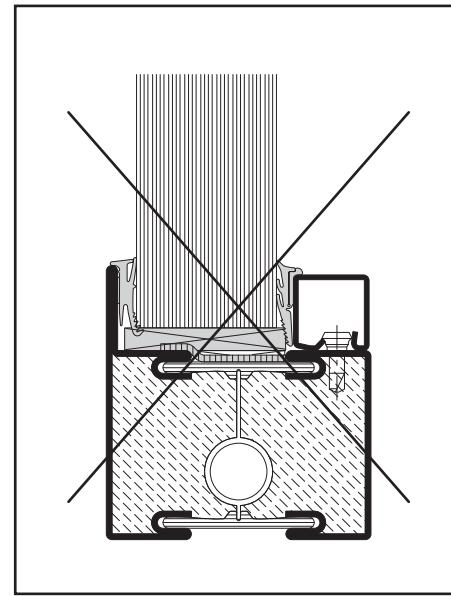

Abb. 20 / Fig. 20 / Fig. 20
- Es ist darauf zu achten, dass die Glasklötzte glasleistenseitig gegenüber dem Glas nicht zu stark vorstehen. Ansonsten wird die Montage der Keildichtung erschwert (Abb. 20).
- Veiller à ce que dans la zone de calage du coté des parcloses la cale ne ressorte pas trop. Cela compliquerait la pose du joint (fig. 20).
- Ensure that the glazing pads do not protrude excessively past the glass on the glazing bead side. Otherwise the installation of the wedge weatherproofing will be made more difficult (fig. 20).